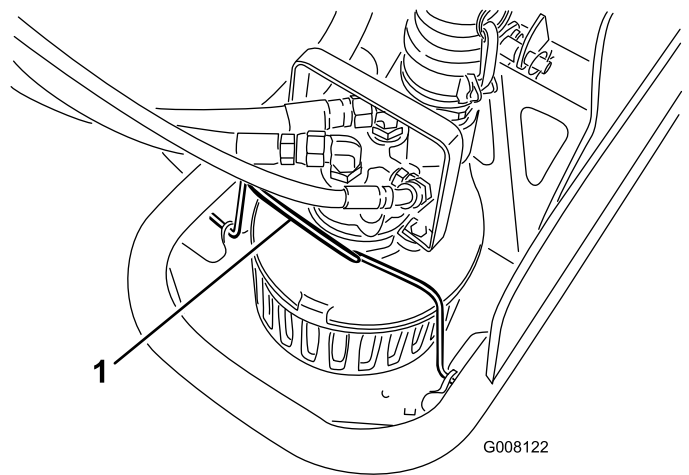

Figura 14
4. Pivotați clema pompei înainte (Figura 14).
14. Pivotezi clema pompei în spate pe pompă (Figura 14).